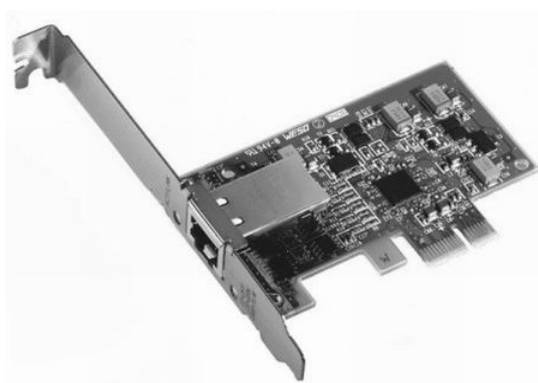

图 8-12 PCI-E 总线网卡
(4) PCI-E 总线网卡。PCI-E 1X 接口已成为目前主流主板的必备接口。不同于并行传输，采用点对点的串行连接方式。PCI-E 接口根据总线接口对位宽的要求不同而有所差异，分为 PCI-E 1X、2X、4X、8X、16X、32X。采用 PCI-E 总线网卡一般为千兆网卡，如图 8-12 所示。